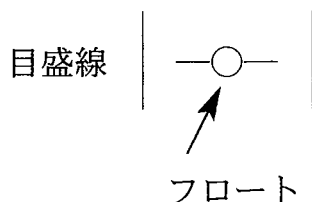

図3
- ⑥ 流量計のニードルバルブをOPEN方向に回しながら、図3の様に希望の流量（目盛）にフロート中心部を調整し、ご使用下さい。